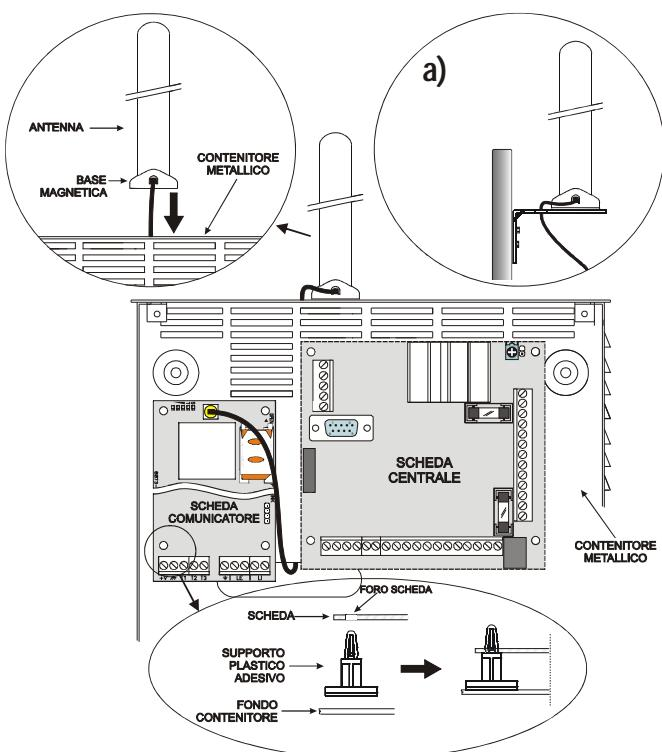

Fig. 2 - Montaggio scheda all'interno della centrale.
- 4a. Posizionare l'antenna [1] sopra il contenitore metallico (Fig.2) in maniera che la base magnetica [2] aderisca con la superficie. Passare il cavetto dell'antenna attraverso un'apertura per il passaggio cavi. Se necessario è possibile utilizzare la staffa metallica [13], vedere la Fig.2a. Fissare la staffa metallica [13] utilizzando i fori [12] su di un supporto adeguato. Posizionare l'antenna [1] sopra la staffa metallica [13] (Fig.2a), in maniera che la base magnetica [2] aderisca con la superficie. Passare il cavetto dell'antenna attraverso il foro [11] della staffa metallica [13].